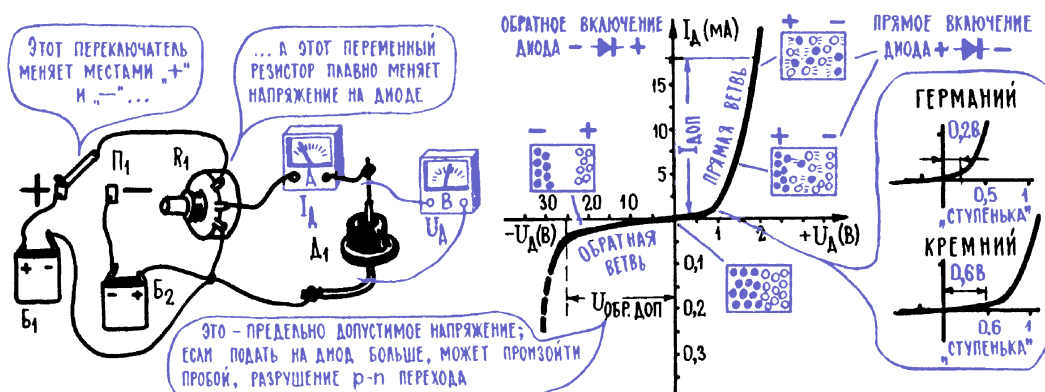
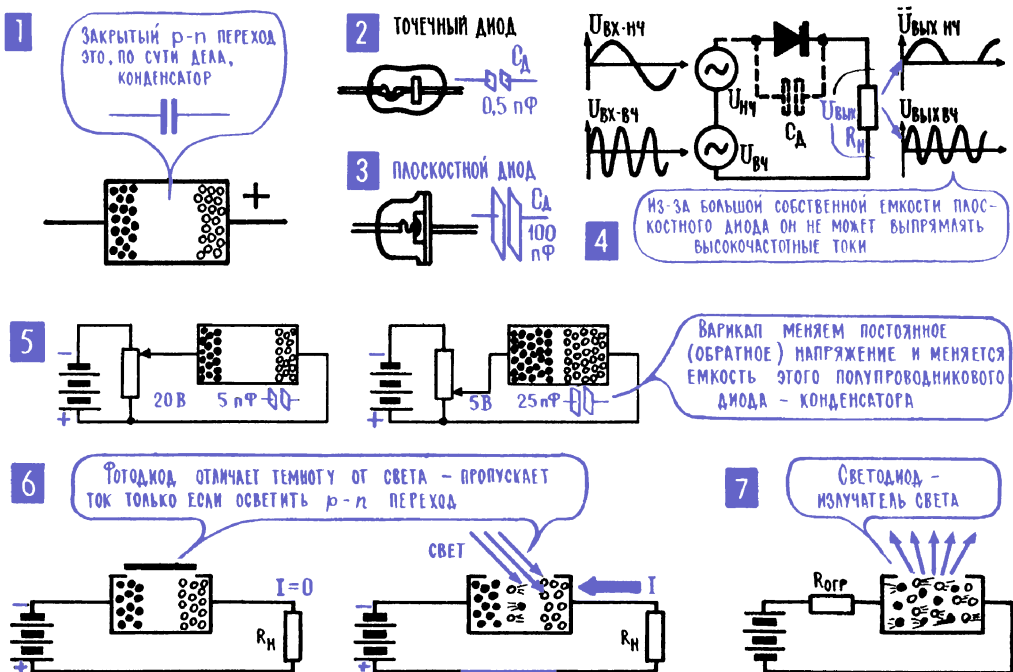

Рис. 9.5. Вольт-амперная характеристика диода
Рис. 9.7. Различные функции диодов
О событиях в полупроводниковом диоде рассказывает его основная характеристика – зависимость тока через диод от приложенного к нему напряжения (рис. 9.5). На некоторые участки этой, как ее называют, вольт-амперной характеристики следует обратить внимание. Прежде всего мы видим, что на ее прямой ветви есть небольшой загиб, ступенька – в области малых напряжений (у германия примерно до 0,2 В, у кремния – до 0,7 В) прямой ток нарастает незначительно. Такой загиб характеристики появляется вследствие некоторых сложных процессов в p - n -переходе, он может стать причиной нелинейных искажений сигнала (гл. 8; 8, 11).
Примечание редактора. Прямое и обратное сопротивление диода (и p - n -перехода вообще) – параметр в значительной степени условный и в справочниках никогда не указывается. Для того чтобы понять причину, достаточно посмотреть на вольт-амперные характеристики диода (рис. 9.5) – они носят экспоненциальный характер, то есть принципиально нелинейны, и в каждой точке такой характеристики сопротивление (отношение напряжения на переходе к протекающему току) будет иметь свое значение, к тому же меняющееся с температурой. Тем не менее обычное (активное) сопротивление у диодов, конечно, имеется, как у всяких проводников, просто не оно определяет свойства диодов. Активное прямое сопротивление диодов может выражаться, например, в том, что график вольт-амперной характеристики не стремится к вертикальной прямой, а свыше некоторого значения тока возрастает с небольшим наклоном. Вольт-амперные характеристики различных реальных диодов исследуются в *Практикуме* к этой главе.
12. Под действием переменного напряжения в цепи диода появляется пульсирующий ток. До сих пор мы подводили к диоду постоянные напряжения, теперь попробуем подвести переменное. Что при этом произойдет, легко узнать, если к вольт-амперной характеристике (рис. 9.5) пристыковать график переменного напряжения, подобно тому, как мы это делали, рассматривая работу громкоговорителя (рис. 8.7). Пользуясь этими двумя состыкованными графиками – вольт-амперной характеристикой и графиком переменного напряжения, – легко построить третий, график тока, который пойдет в цепи диода (рис. 9.6). Без всяких пояснений видно, что по характеру изменения ток, а вместе с ним и выходное напряжение, уже совершенно не похож на входное напряжение. В одну сторону идут значительные импульсы прямого тока, в другую – ничтожно малые импульсы обратного тока. В большинстве случаев можно вообще пренебречь этими небольшими всплесками обратного тока и считать, что в цепи диода есть только токовые импульсы одного направления.
13. Силовые (выпрямительные) и импульсные диоды различаются допустимыми параметрами и собственной емкостью. Полупроводниковый диод – это своего рода конденсатор: зону n и зону p можно рассматривать как обкладки конденсатора, область p - n -перехода – как изолятор между обкладками (рис. 9.7; 1). Емкость полупроводникового диода – это бесплатное приложение к его основному электрическому свойству, к односторонней проводимости. И нужно сказать, во многих случаях приложение весьма вредное. Так, в частности, собственная емкость диода создает нежелательный обходной путь для переменного тока, который нужно направить через диод (рис. 9.7; 4).
Чтобы поднять допустимую величину прямого тока, площадь p - n -перехода в диоде нужно увеличивать – при этом уменьшится прямое сопротивление диода, уменьшится выделяемая на нем тепловая мощность ($P = I^2 \cdot R$), а значит, и опасность перегрева. Но одновременно возрастает собственная емкость диода – чем больше площадь пластин конденсатора, тем больше его емкость. Там, где такая емкость недопустима, скажем в цепях переменного тока высокой частоты, применяются точечные (импульсные) диоды (рис. 9.7; 2). В них p - n -переход имеет очень небольшую площадь. Естественно, что импульсные диоды не могут пропускать большой ток (табл. 9.1), но, к счастью, в подавляющем большинстве случаев от них это и не требуется.
В то же время есть тип полупроводниковых диодов, где главным рабочим параметром становится «бесплатное приложение» к односторонней проводимости – собственная емкость диода. Это варикапы, полупроводниковые диоды, которые используются в качестве конденсаторов переменной емкости. Много лет назад, когда варикапов не было и в помине, радиолюбители применяли вместо конденсатора настройки обычные плоскостные диоды – их включали, например, в колебательный контур, одновременно подавали на диод обратное напряжение и меняли его с помощью потенциометра (рис. 9.5). При этом менялась собственная емкость диода, так как менялось расстояние между «обкладками» – чем больше обратное напряжение, тем сильнее оттягиваются p - и n -области от пограничной линии (рис. 9.7; 5).